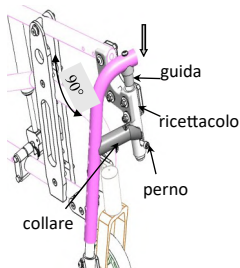

fig. 3.2: Inserimento tubo poggia gamba Versione ribaltabile
- posizionare il tubo poggia gamba perpendicolarmente al tubo del sedile (fig. 3.2).